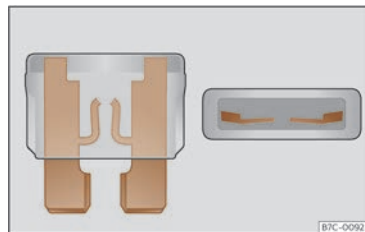

Fig. 190 Representació d'un fusible fos.
- Reconeixereu un fusible fos si la tira de metall està fosa >>> **fig. 190**.